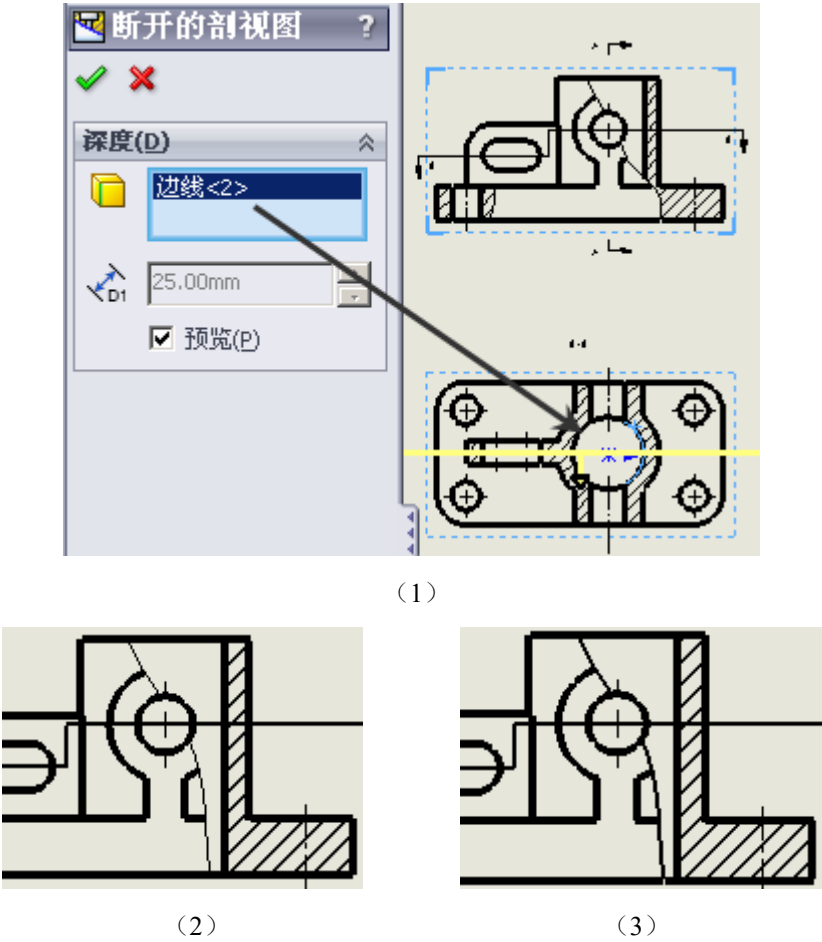

图 3-30 创建局部剖视图-2
同样方法，如图 3-30 (1) 所示，在主视图右侧，以俯视图大圆柱内孔圆形轮廓线作为剖切“深度”，创建局部剖视图，结果如图 3-30(2)所示。修改局部剖视图中的波浪线“线宽”为“0.25mm”，“线色”为“黑色”，结果如图 3-30 (3) 所示。